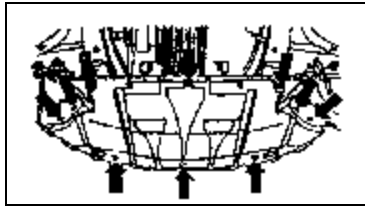

图 2-2 油底壳护板
- (1) 查取车载收音机代码；关闭点火开关，断开蓄电池接地线；拆下发动机舱盖。
- (2) 拆下油底壳护板，如图 2-2 所示。